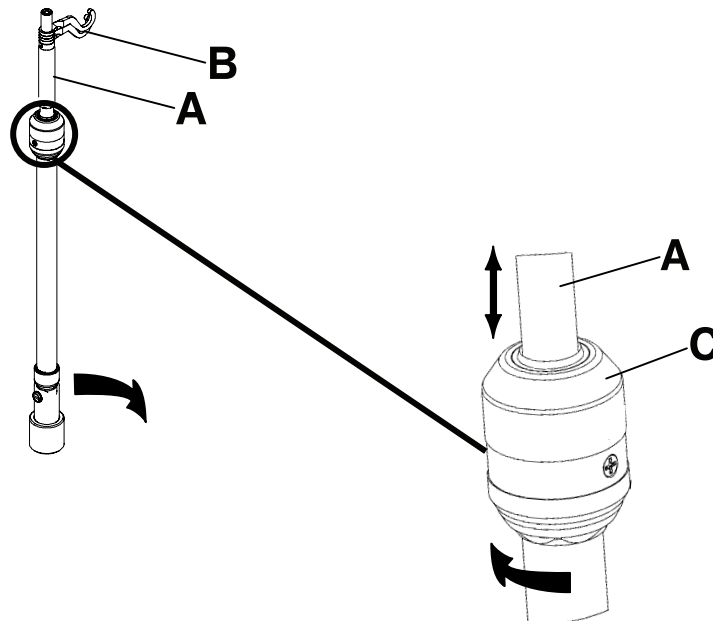

Figure 2-122 : Utilisation du support de perfusion
3. Pour élever la hauteur du support, tirer sur la partie télescopique (A) jusqu'à ce qu'il s'enclenche en position complètement dépliée (Figure 2-122 à la page 2-115).
4. Faire pivoter les crochets de suspension des poches de perfusion à la position voulue et suspendre les poches (B) (Figure 2-122 à la page 2-115).
5. Pour abaisser le support de perfusion, tourner le verrou (C) jusqu'à ce que la partie télescopique s'abaisse (Figure 2-122 à la page 2-115).